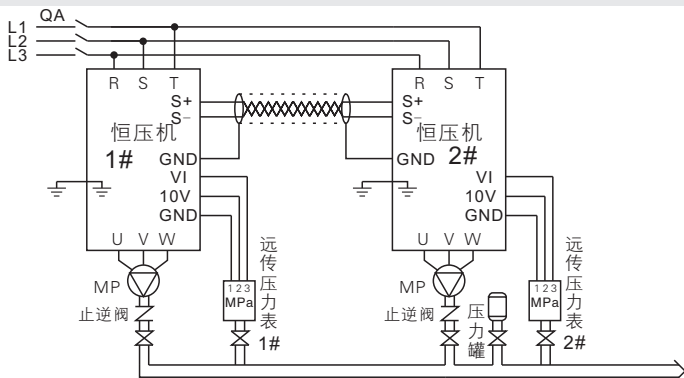
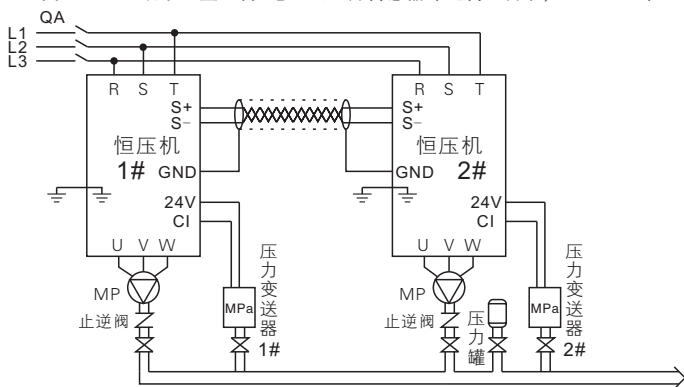

图3-5-1A 双泵互主互备-电压型压力传感器 (远传压力表,F0-03=0)
图3-5-1B 双泵互主互备-电流型压力传感器 (压力变送器,F0-03=1)
- ①先接主回路输入端 (三相: R、S、T, 单相: R、T) 输出端 (U、V、W到异步电机)
- ②再将压力传感器的信号线连接到智能恒压机, 连接电压型远传压力表参照图3-5-1A, 连接电流型压力变送器参照图3-5-1B。
- ③通信线连接, 用双绞屏蔽线将两台智能恒压机端子S+、S-同名端子对应连接。
- ① 供电后，将F0-00设置0为手动模式，按运行键查看水泵叶轮旋转方向是否正确，若方向反转，断电后将电机线任意两相对调即可。
- ② 首次启动，可使用手动模式给水泵、管道排气。
- ① 设置压力传感器最大量程F0-04（参见下表F0-04说明）。
- ② 在手动模式下启动查看恒压机上的反馈压力是否与实际压力一致，长按▲键或▼键增加或减少水泵转速观察反馈压力是否同时改变一致，若一致，说明压力传感器接线正确。（观察1#泵）
- ① 首次启动或遗忘参数时，恢复厂家参数（F0-24设置“1”确定）
- ② 按照3.5.3参数设置表，逐项进行设置。F0-01~F0-04参数仅需在主机泵设置（双主机需要在1号、2号机分别设置参数）